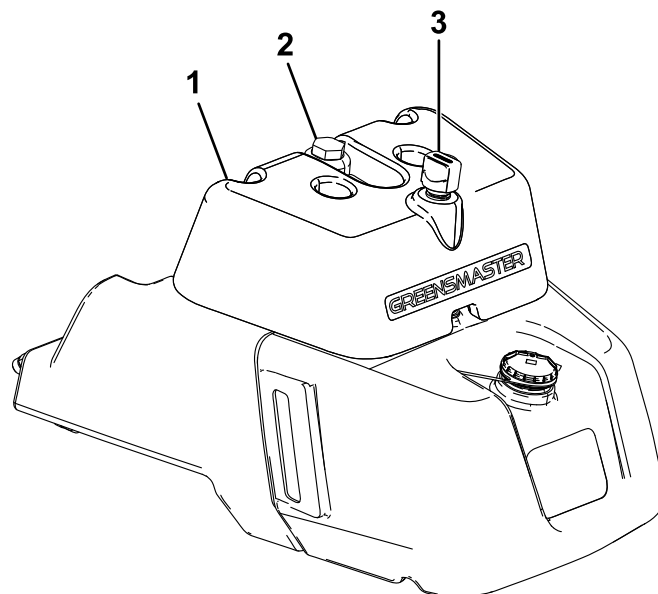

图44
- 如果油箱有观察窗口请通过窗口检查油位图44然后转至步骤 5。